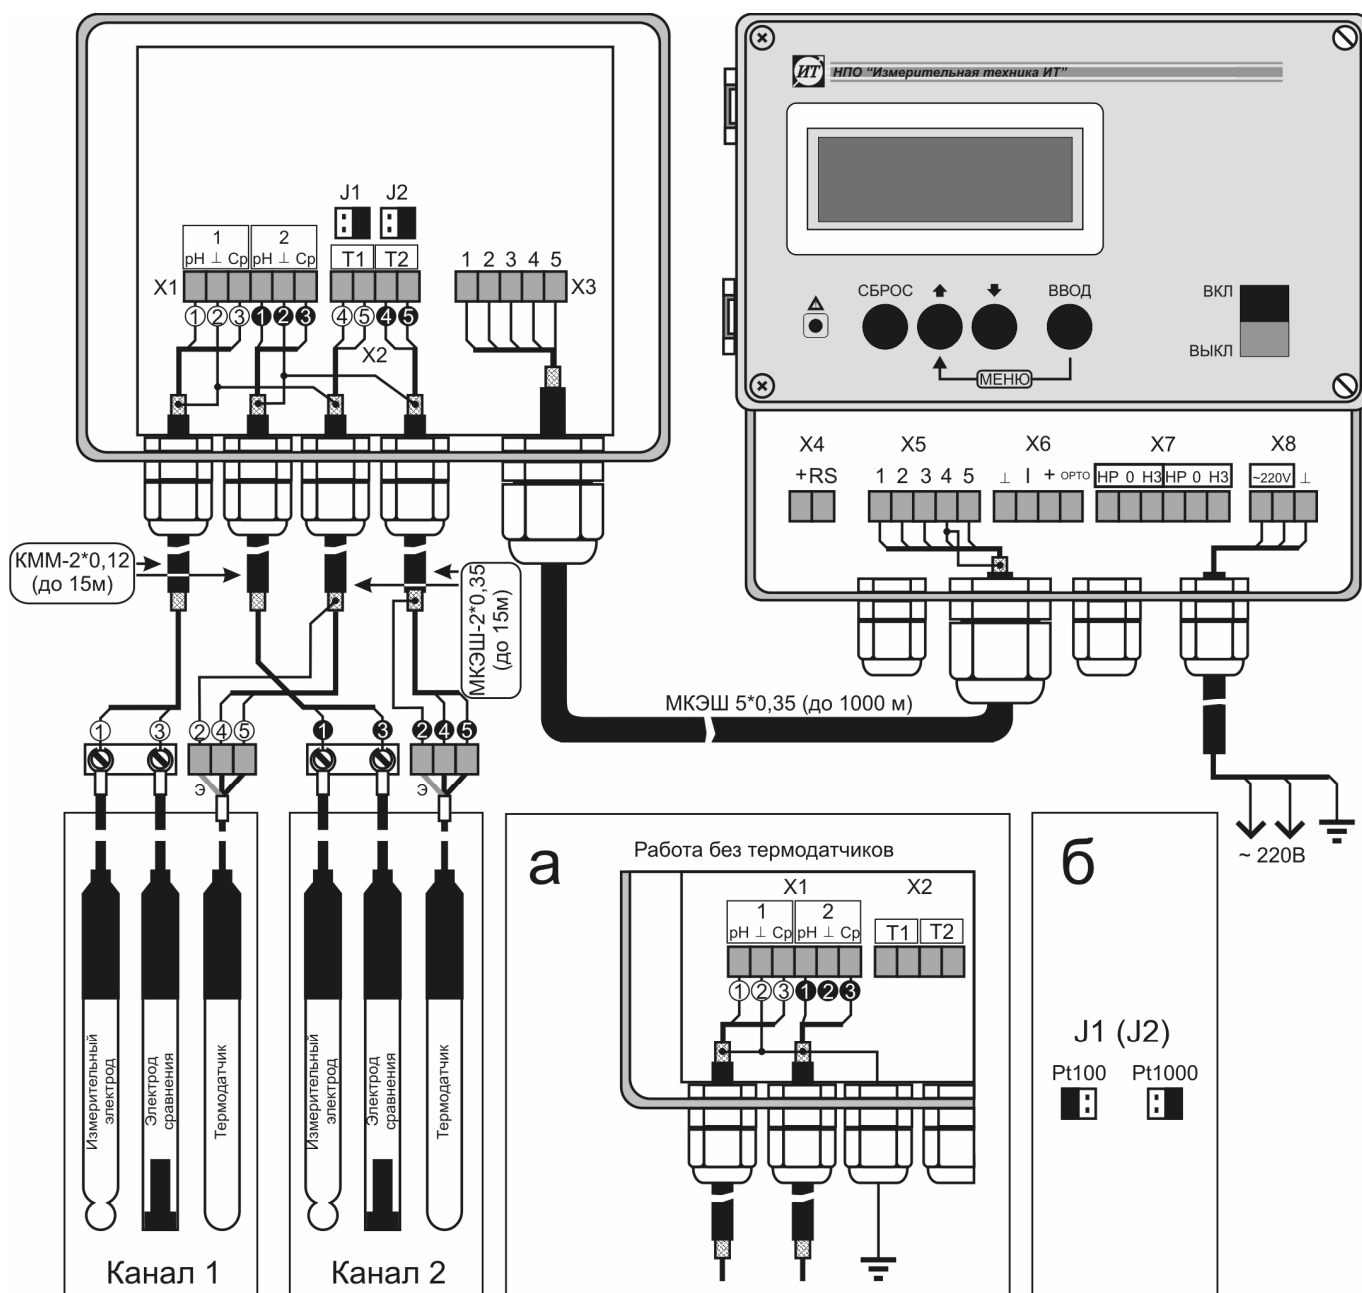

Рисунок 4
4.4.3 Установить переключки J1 и J2 (для ИТ-2103 и ИТ-2103Ех) в положение соответствующее типу выбранных термодатчиков (см. рисунок 4б).
4.5.2 При работе без термодатчиков клемма «⊥» разъема X1 должна быть заземлена (см. рисунок 4а).